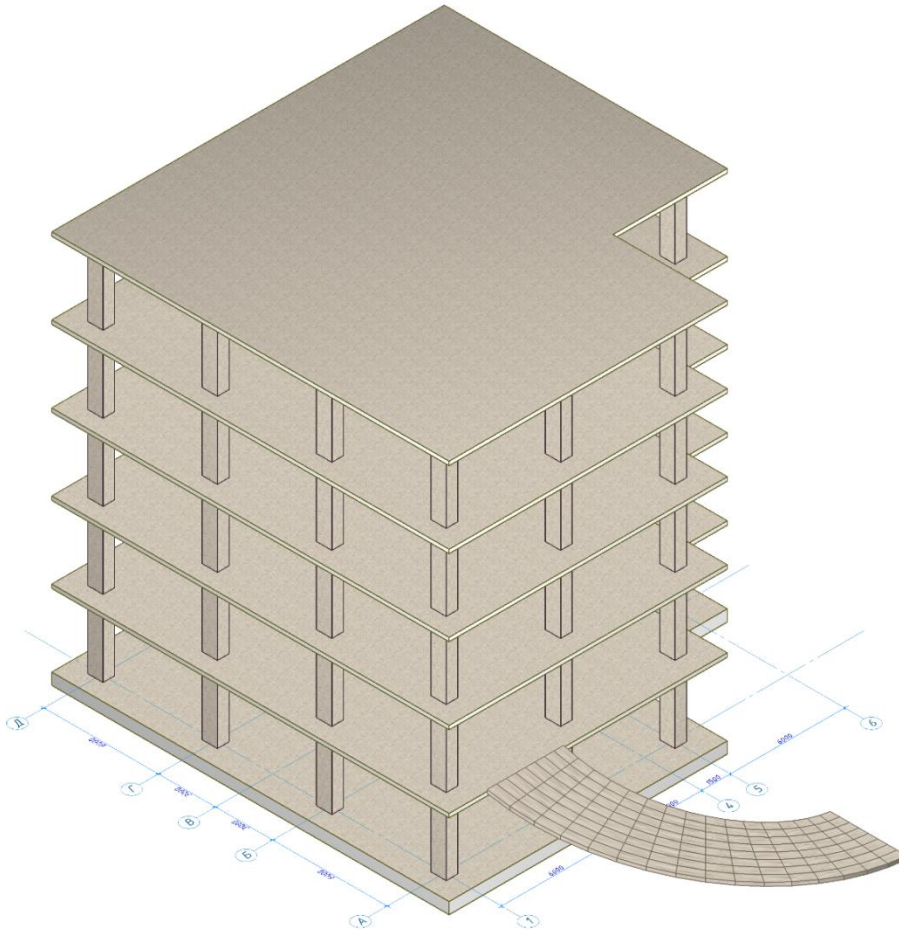

Рис. 23.18. Будівля з пандусом
- Будівля з пандусом має виглядати наступним чином (рис. 23.18).